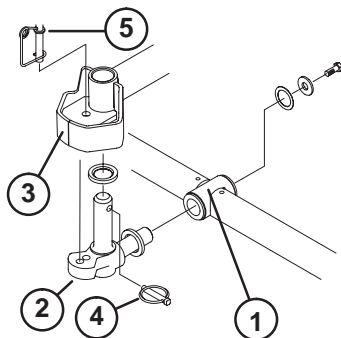

Figure 4
6. Insérez une rondelle de butée sur l'axe horizontal du pivot comme illustré à la Figure 4.
7. Insérez l'axe horizontal du pivot dans le tube de montage du bâti porteur (Fig. 4).
8. Fixez le pivot au bâti porteur avec une rondelle de butée, une rondelle plate et une vis à collerette (Fig. 4).
9. Insérez une rondelle de butée sur l'axe vertical du pivot (Fig. 4).
10. S'il a été déposé, insérez l'axe vertical du pivot dans le moyeu de pivot du bras de levage (Fig. 4). Guidez le pivot en position, entre les deux amortisseurs de centrage en caoutchouc dans le dessous de la plaque de direction du bras de levage.
11. Insérez la goupille à anneau dans le trou transversal de l'axe de pivot (Fig. 4).
Remarque : Si une position de plateau de coupe fixe est requise, insérez la goupille de blocage de direction dans le trou de montage du pivot (Fig. 4).
14. Accrochez le fil de ressort autour du bas de la goupille de blocage de direction (Fig. 4).